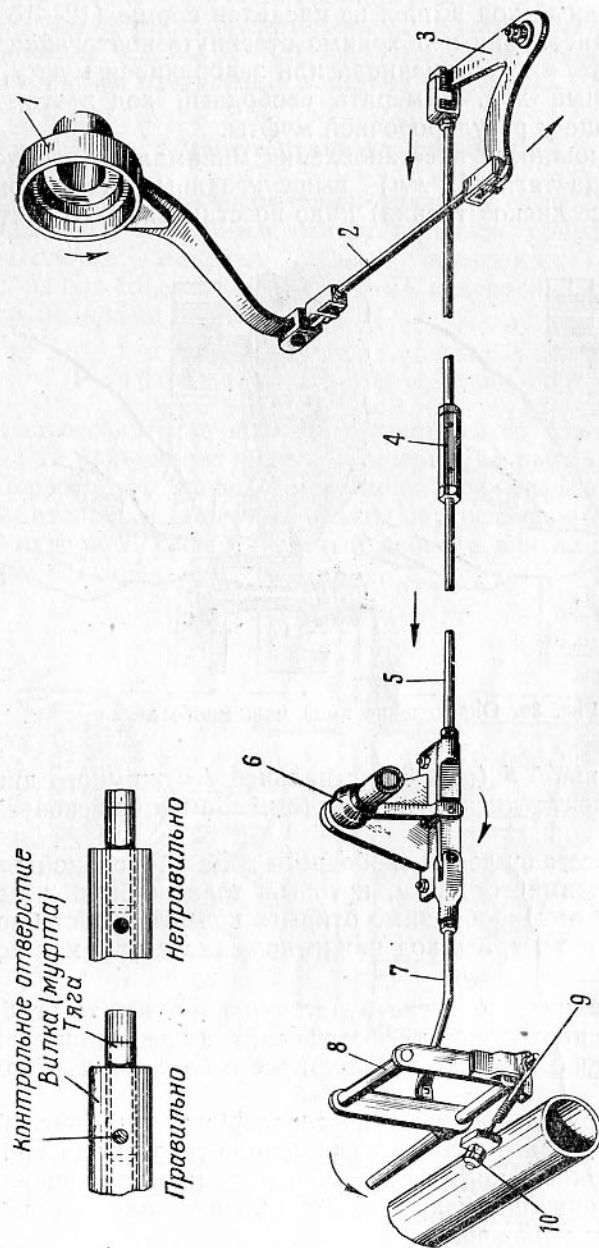

Рис. 37. Привод управления главным фрикционом.
1. Проверить свободный ход наклонной тяги 7 (рис. 37) привода управления главным фрикционом. Для этого необходимо:
3. Отрегулировать натяжение сервопружины 9 (рис. 37), для чего выжать педаль 8 главного фрикциона до упора в кронштейн балансира, ослабить контргайку 10 серьги и, навинчивая гайку, натянуть сервопружину так, чтобы она удерживала педаль 8 в переднем крайнем положении.